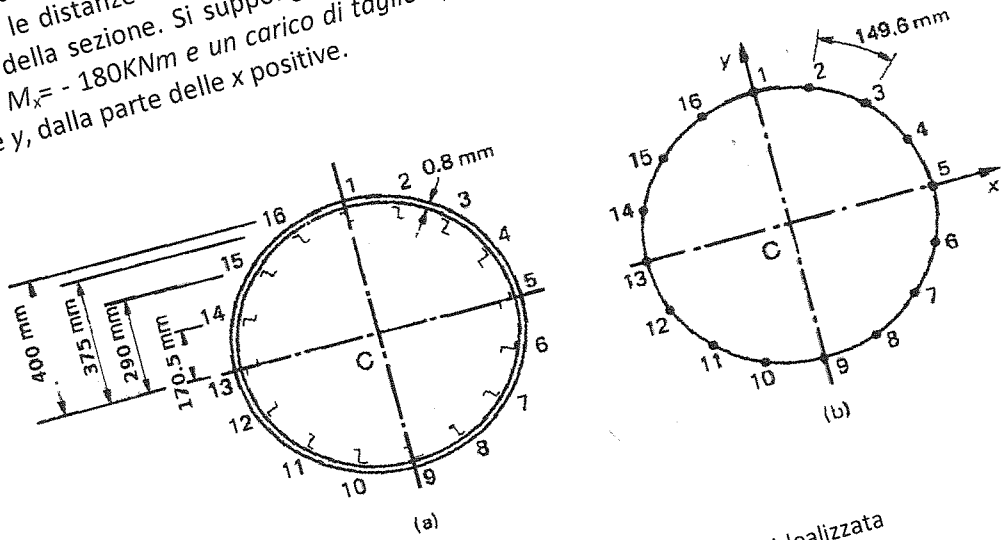

Fig. 1: Sezione di fusoliera: struttura reale e idealizzata
La fusoliera di un Aeromobile a Pilotaggio Remoto (APR) ha una sezione circolare, le cui caratteristiche sono riportate in Fig. 1. L'area della sezione trasversale di ogni corrente è di 100mm^2 e le distanze sono le posizioni dei singoli correnti dalla linea di mezzzeria della sezione. Si supponga che la sezione suddetta sia soggetta ad un momento flettente $M_x = -180\text{KNm}$ e un carico di taglio $T_y = 90\text{kN}$ applicato ad una distanza di 160mm dall'asse y , dalla parte delle x positive.
1. Sotto l'ipotesi di poter considerare il rivestimento tra correnti adiacenti piano, idealizzare la sezione di fusoliera in Fig. 1(a) in modo da determinare le aree dei booms di Fig. 1(b).